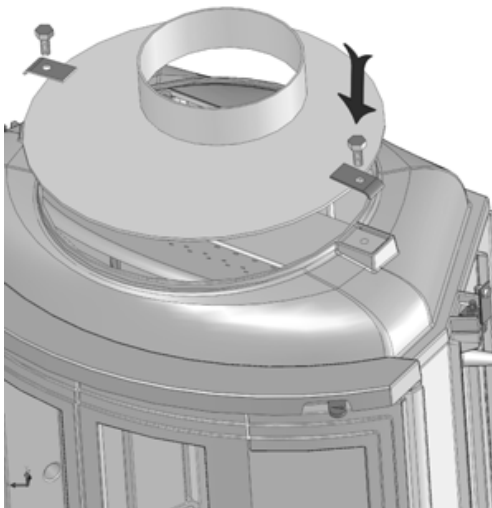

FIG 4
Monter topprist (FIG 4). Fest først vinkelbraketten(A). (Skrue og mutter til brakett sitter på innsatsen). Deretter kan toppristen plasseres og festes til vinkelbrakett som vist på FIG 4B.
Montera toppgallret (FIG 4). Fest först vinkel konsolen (A). (Skruvarna och muttrarna till konsolen sitter på insatsen). Därefter kan toppgallret placeras och fästas till vinkel konsolen som visas på FIG 4B.